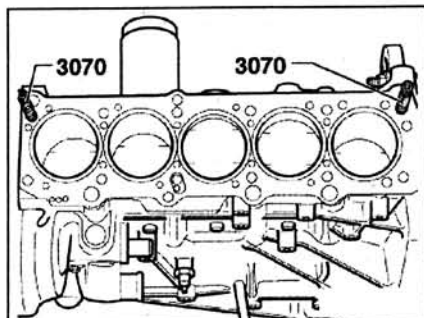

Рис. 2.74. Вкрутите направляющие пальцы 3070 в наружные отверстия со стороны впускного коллектора.
4. Вкрутите направляющие пальцы 3070 в наружные отверстия со стороны впускного коллектора (рис. 2.74).